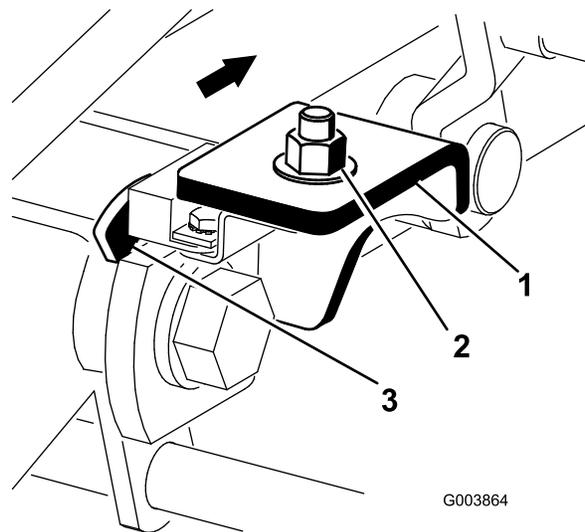

Figure 14
2. Desserrez l'écrou du boulon de carrossier qui fixe le support du commutateur de bras de levage au bras N° 4 (avant gauche) (Figure 14).